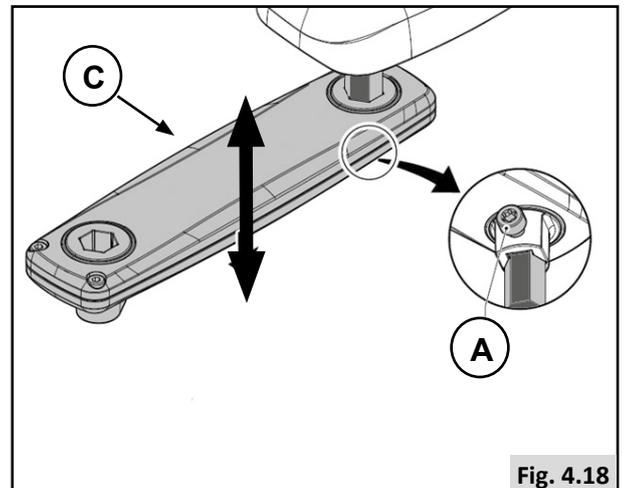

Fig. 4.18
Höhe der Steuerung voreinstellen (1) (Fig. 4.18).
1. Lockern Sie (A).
2. Schieben Sie (C) in die gewünschte Position.
3. Festziehen (A).